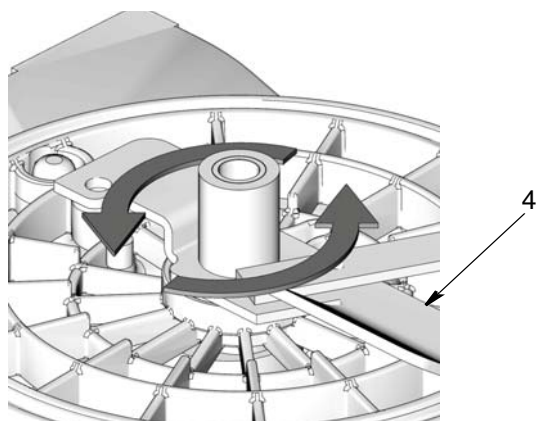

FIG. 13
4. Installare la pala di mescolamento (4) alla base di G3. Ruotare la pala **in senso antiorario** finché non è serrata saldamente in posizione (FIG. 13). (l'illustrazione NON mostra la pala a livello basso).